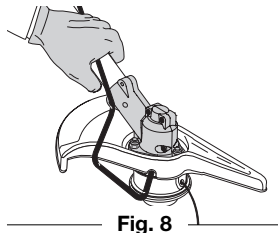
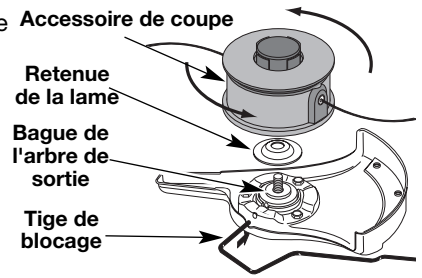

Fig. 8
Fig. 14
2. Maintenez la tige de blocage en place en la saisissant près du bras de l'appareil (Fig. 8).
5. Alignez le trou de la bague de l'arbre avec la fente de la tige de blocage, puis insérez la tige dans le trou. (Fig. 8). Placez la retenue de lame sur l'arbre de sortie, la partie plate reposant contre la bague de l'arbre tel qu'indiqué sur la Fig. 14. Vissez l'accessoire de coupe à gauche sur l'arbre. Vissez bien.